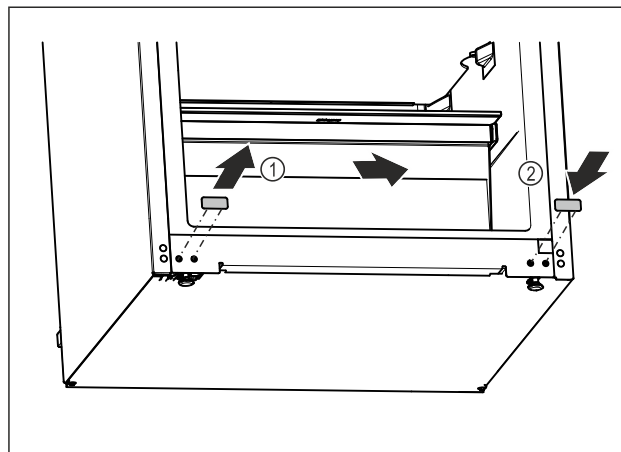

Fig. 16
- ▶ Извлеките заглушку. Fig. 16 (1)
- ▶ Установите заглушку на противоположной стороне. Fig. 16 (2)